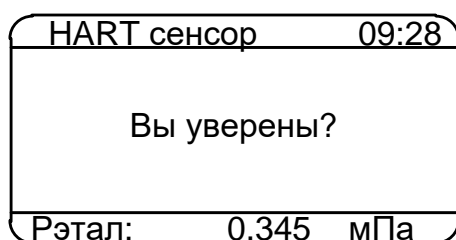

**Рисунок 2.35**
2.6.5.7.7 Выбор пункта «Подстройка сенсора» и нажатие кнопки «» приводит к появлению на дисплее КДМ-020 подменю *HART сенсор* (см. рисунок 2.35), содержащее следующие пункты: